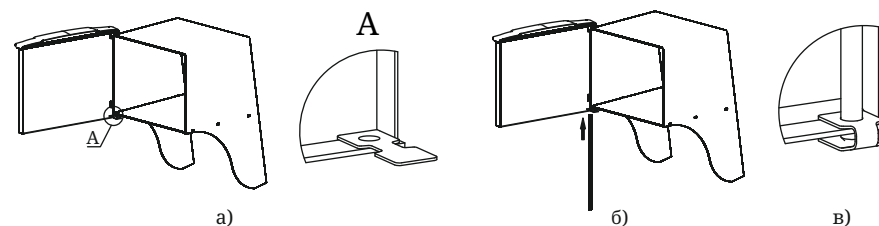

Рисунок 8. Установка дверцы при монтаже печи
2. Установите дверцу на втулки топливного канала, совместив отверстия (рисунок 8.а);
3. Совместите отверстие упора с нижним отверстием каркаса, при этом упор должен располагаться внутри каркаса (рисунок 8.а);
4. Вставьте ось через отверстия снизу вверх (рисунок 8.б);
5. Подогните упор, фиксируя конец оси между площадками упора (рисунок 8.в).